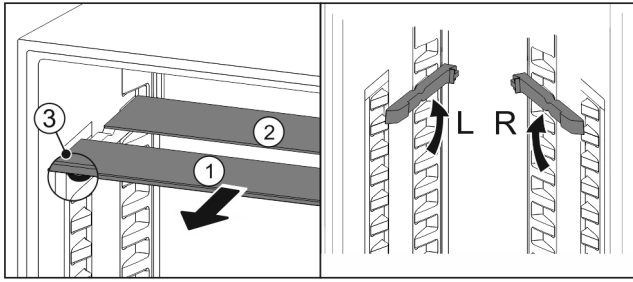

Fig. 85
- ▶ Retire las placas de cristal individualmente hacia delante Fig. 85 (1).
- ▷ La placa de vidrio Fig. 85 (1) con moldura está situada delante.
- ▷ Los topes Fig. 85 (3) miran hacia abajo.